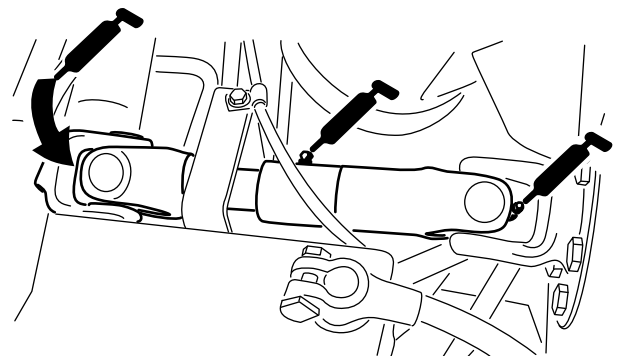

Figura 64
- Articulación de cardán del árbol de transmisión de la bomba (3) – **Figura 64**